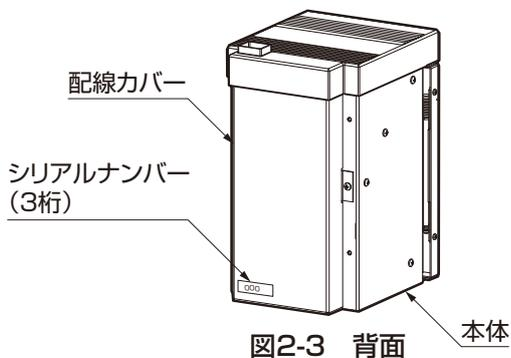

図2-3 背面
- 充電BOX背面のシリアルナンバーとダイヤル錠解錠シールのシリアルナンバーが一致することを確認してください。(図2-3、図2-4 参照)